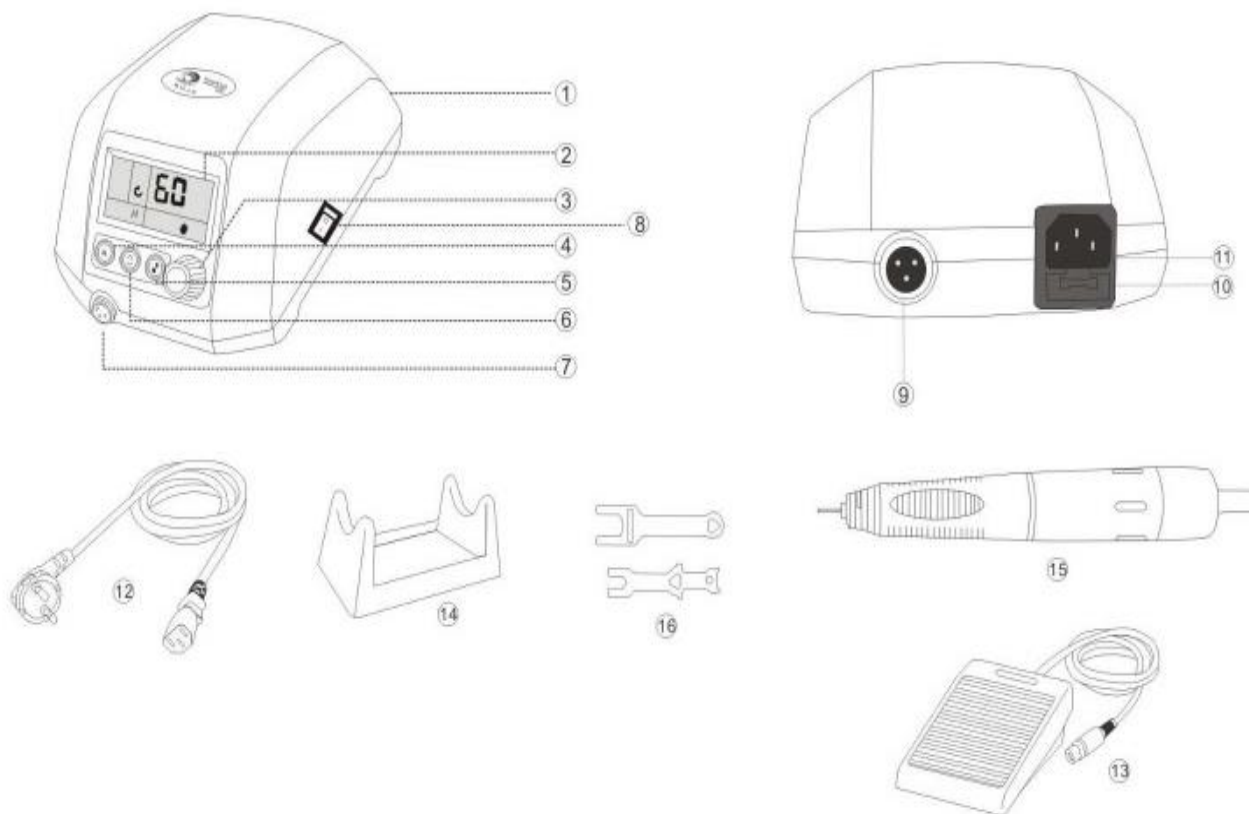

Рис. 1
Установите блок управления (Рис.1, поз. 1) на ровную твердую поверхность. Обеспечьте свободный доступ к органам управления блока.
Подключите кабель наконечника (Рис.1, поз. 15) в разъем (Рис.1, поз. 7) блока управления. При подключении необходимо совместить направляющие выступы и проточки на разъемах. Зафиксировать соединение гайкой, установленной на кабеле наконечника. Подключение должно производиться без особых усилий.
Подключите кабель педали (Рис.1, поз. 13) в разъем (Рис.1, поз.9) блока питания. Расположите
Положите наконечник на подставку (Рис.1, поз. 14)
Проверьте положение кнопка отключения / включения питания «ON/OFF» (Рис.1, поз.8). Выключатель должен находиться в положении, обозначенным «OFF».
Проверьте положение регулятора оборотов (Рис.1, поз. 3). Регулятор должен находиться в крайнем левом положении, для этого поверните его до упора против часовой стрелки.
Подключите кабель электропитания (Рис.1, поз. 12) в гнездо блока управления (Рис.1, поз.11). Затем в сеть 220В.
- на задней панели прибора проверьте положение выключателя (Рис.1, поз. 8). Переведите кнопку в положение «ON».
- установить регулятор оборотов (Рис.1, поз. 3) на минимальное количество оборотов, в крайнее левое положение до упора.
- переведите кнопку переключения направления вращения наконечника (реверс) (Рис.1, поз.6) в положение «FWD» вращение вправо или «REV» вращение влево, в зависимости от предстоящей задачи. При этом будет гореть световая индикация, обозначающая направление вращения.
- нажмите на блоке управления кнопку включения – отключения наконечника (Рис.1, поз.4). При этом будет гореть индикация «ON», подтверждающая, что наконечник готов к работе в опции ручного управления.